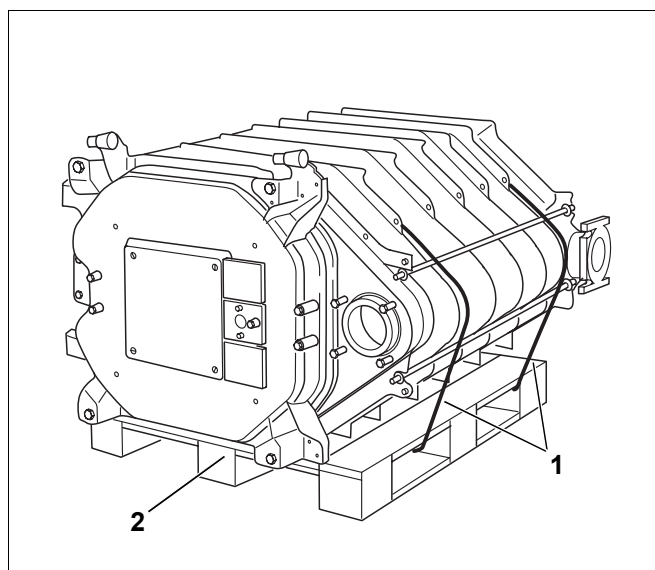

Fig. 23 Blocco caldaia su paletta
- Tagliare i nastri di sicurezza (fig. 23, [1]).
- Rimuovere la paletta prima della posa in opera (fig. 23, [2]).